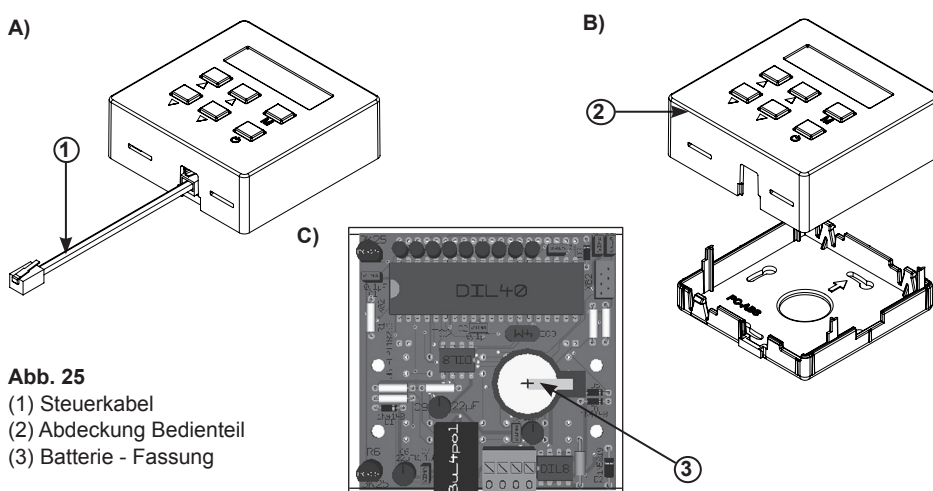

Abb. 25
- Trennen Sie das Steuerkabel (1) vom Bedienteil.
- Öffnen Sie das Bedienteil indem Sie die Abdeckung (2) anheben.
- Die Fassung (3) für die Batterie liegt auf der Platine. Entnehmen Sie die Batterie und ersetzen sie sie gegen eine neue, wie in Abb. 25 C dargestellt.